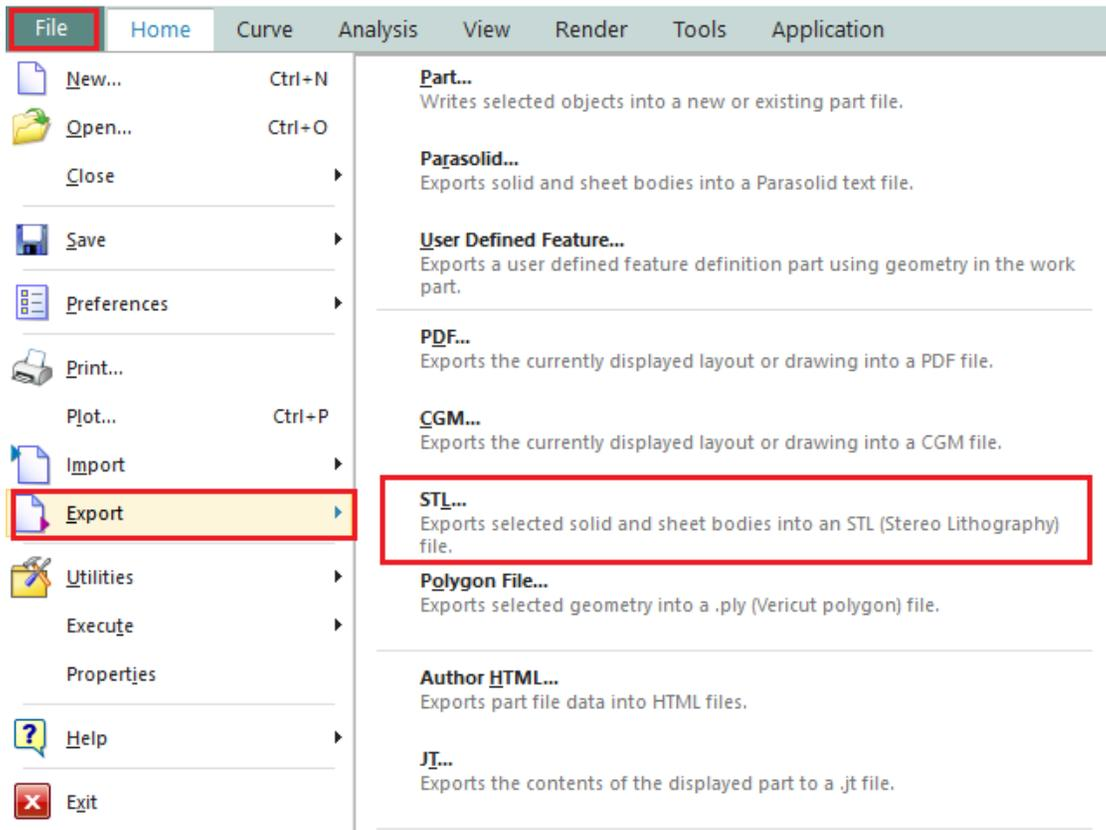

Figura 2.1 Exportar archivo *.stl
- En la **ribbon bar** ir a **File** → **Export** → **STL...** (Figura 2.1).